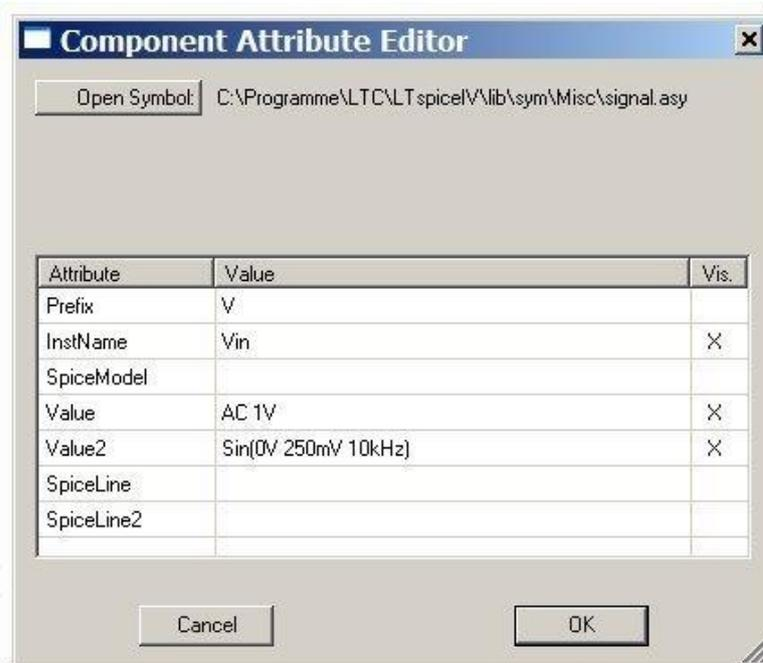

Bild 6:
- Durch Zeigen auf das Bauelement mit der Maus und **Ctrl** und **Rechts**-Klick wird ein *allgemeines Dialogfeld* geöffnet, das die wichtigsten Einträge gestattet. Von dieser Möglichkeit wird häufig Gebrauch gemacht, siehe **Bild 6**. Durch **Doppel**- oder **Rechts**-Klick auf eine Zeile in der Spalte „Value“ wird ein Editieren der betreffenden Zeile ermöglicht. – Bei einem integrierten MOS-FET sind oft neben der Nennung der Hauptmaße W , L und dem Vervielfachungsfaktor M die Angaben AD , AS , PD und PS für die Berechnung der Drain- und Source-Gebiete erforderlich. Diese können dann einfach der Reihe nach in die Zeilen „SpiceLine“ und „SpiceLine2“ geschrieben werden. Eine Reihenfolge ist nicht zu beachten. Möchte man die Angaben W , L und M im Schaltplan sichtbar haben, ist es am besten, W und L in der Zeile „Value“ anzugeben und M in der Zeile „Value2“ (oder auch umgekehrt). Der Transistor-Typ wird am besten in die Zeile „SpiceModel“ geschrieben. Durch **Doppel**- oder **Rechts**-Klick in der Spalte „Vis.“ kann ein
- Für die Eingangsquelle könnte prinzipiell das gleiche Symbol verwendet werden wie für die Versorgungsspannung, da die Form für SPICE keine Bedeutung hat. Es kann aber auch eine *Signal*-Quelle eingesetzt werden. Für eine solche existiert ein Dialogfeld, das durch **Rechts**-Klick auf das Bauelement geöffnet werden kann und dann eine genaue Spezifikation der Quelle erlaubt. – Ich bevorzuge die Verwendung des *allgemeinen Attribut-Fensters*, siehe **Bild 6**. Der Eintrag „AC